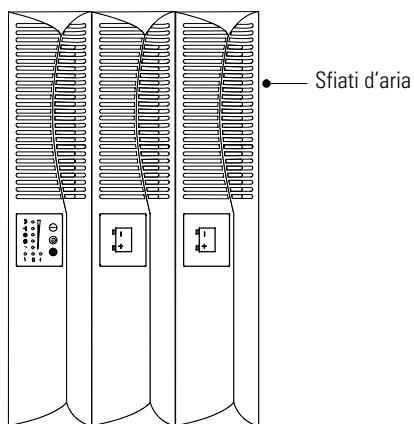

Figura 8. Configurazione tower UPS con EBM
6. Posizionare con cautela l'armadietto in posizione verticale (vedere la Figura 8). Gli sfiati d'aria dovranno essere sul lato superiore dell'unità, se posizionata in verticale.